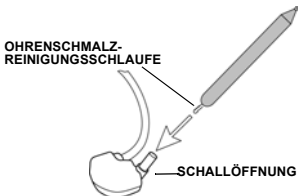

ABBILDUNG 1: Entfernen von Ohrenschmalz
- *Die Schallöffnungen nach jeder Verwendung mit dem mitgelieferten Ohrenschmalz-Entfernungswerkzeug reinigen (siehe Abbildung 1).*